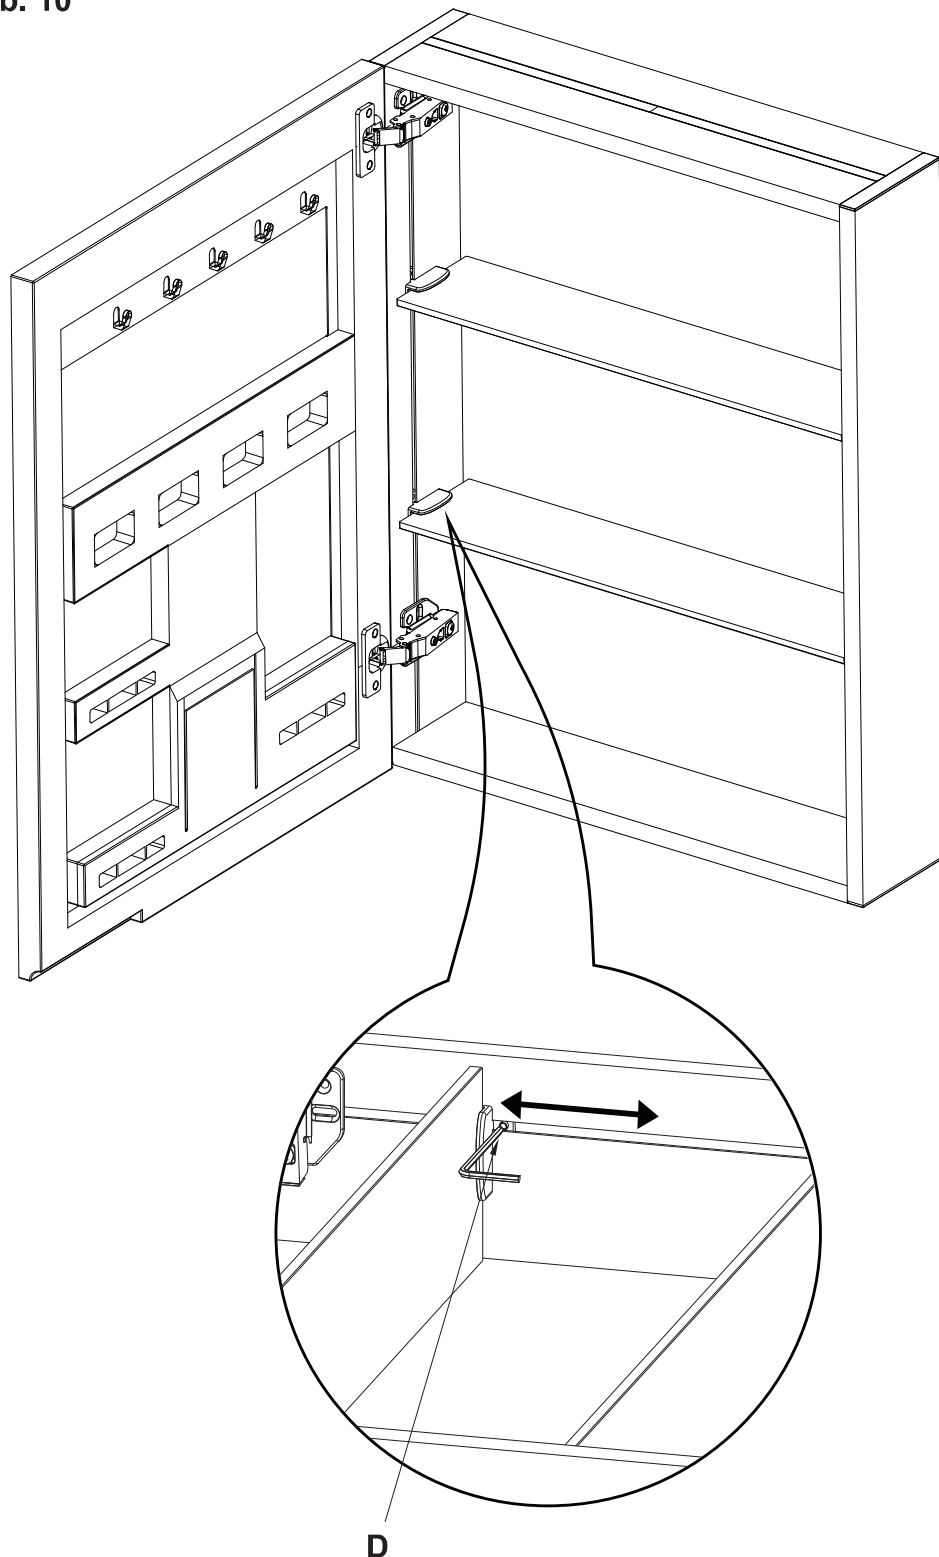

Abb. 10
4. Lösen Sie die Befestigungsschraube (D) und stellen Sie die Position des Regals einlas, Abb. 10